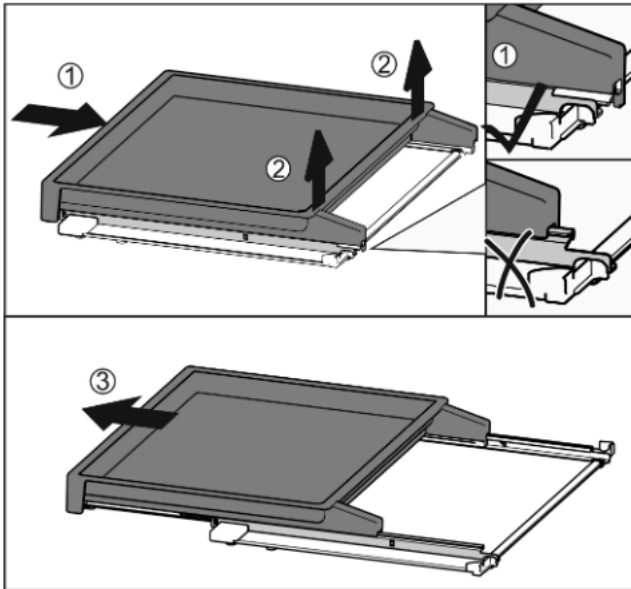

Fig. 40
- ▶ Spingere completamente il ripiano estraibile Fig. 40 (1).
- ▶ Staccare il blocco sul lato posteriore Fig. 40 (2).
- ▶ Estrarre in avanti il ripiano estraibile Fig. 40 (3).